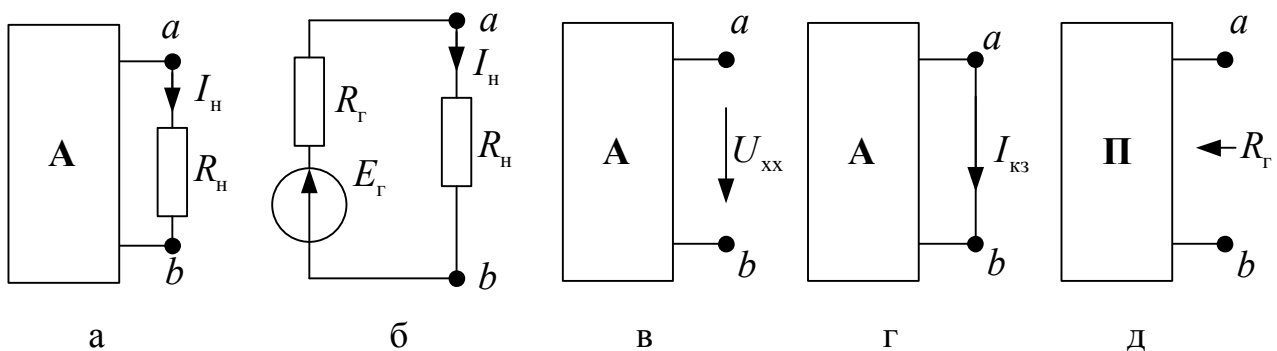

Рис. 2.1. Иллюстрация метода эквивалентного генератора
**Метод эквивалентного генератора (активного двухполюсника)** позволяет определить ток в любой ветви  $ab$  линейной цепи, заменив часть цепи (активный двухполюсник **A** на рис. 2.1, а) по отношению к данной ветви эквивалентным генератором, состоящим из ЭДС  $E_r$  и внутреннего сопротивления  $R_r$  (рис. 2.1, б).
Величина  $E_r$  равна напряжению холостого хода  $U_{x.x}$  на разомкнутой ветви  $ab$ :  $E_r = U_{x.x}$  (рис. 2.1, в). Сопротивление  $R_r$  можно определить экспериментально из опытов холостого хода (рис. 2.1, в) и короткого замыкания (рис. 2.1, г) ветви  $ab$ :
или расчетом сопротивления относительно зажимов  $ab$  схемы, из которой удалены источники с сохранением их внутренних сопротивлений (рис. 2.1, д).